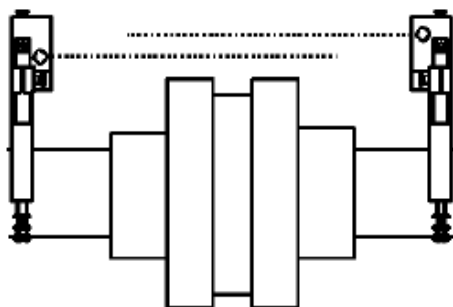

Figura 11 – Alinhamento por medição a Laser
- O alinhamento também pode ser feito por sistema a laser, que é o mais recomendado. Esse sistema executa medições angulares e paralelas do eixo através da emissão de laser do transdutor para o prisma (vide figura 11).